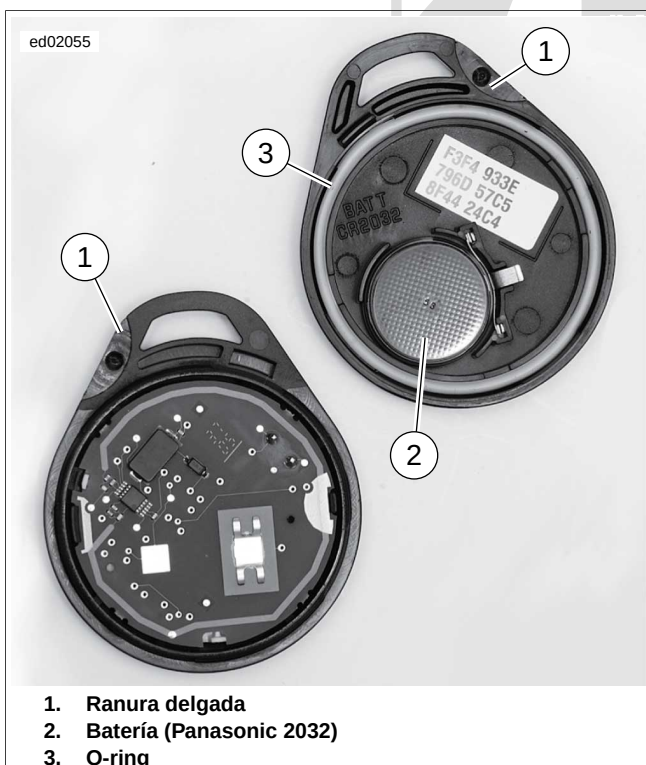

Figura 3-32. Llavero con mando a distancia abierto: HFSM
1. Vea Figura 3-32. Abra la caja del llavero con mando a distancia.
- a. Coloque una hoja delgada en la ranura delgada (1) entre las dos mitades de la caja.
2. Reemplace la batería (2).
3. Con el o-ring (3) en su lugar, alinee las mitades de la caja y a presión encaje para juntar las mitades.